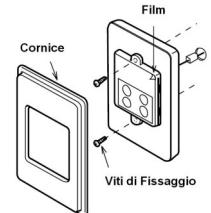

Fig. 4
6. Fissate il comando remoto al muro con le viti in dotazione (Fig.4).